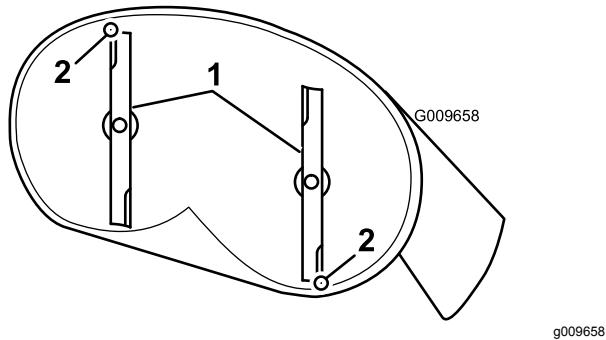
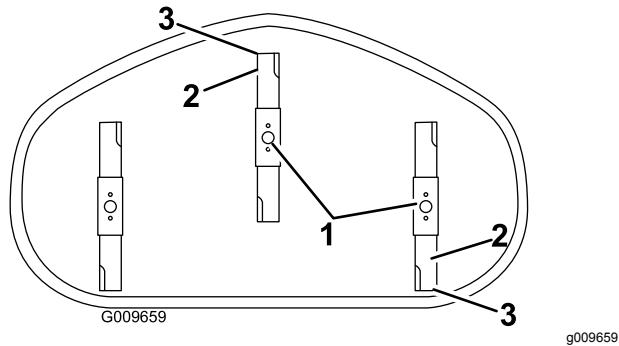

Bild 71
Bild 72
- Drehen Sie die Messer vorsichtig, sodass sie in Längsrichtung zeigen (Bild 71 und Bild 72).
- Messen Sie zwischen der Messerspitze vorne und hinten und der flachen Oberfläche (Bild 71 und Bild 72).
- Überprüfen Sie nach dem Einstellen erneut die Neigung in Längsrichtung. Stellen Sie die Mutter ein, bis die vordere Messerspitze um 1,6 mm bis 7,9 mm tiefer liegt als die hintere Messerspitze (Bild 71 und Bild 72).